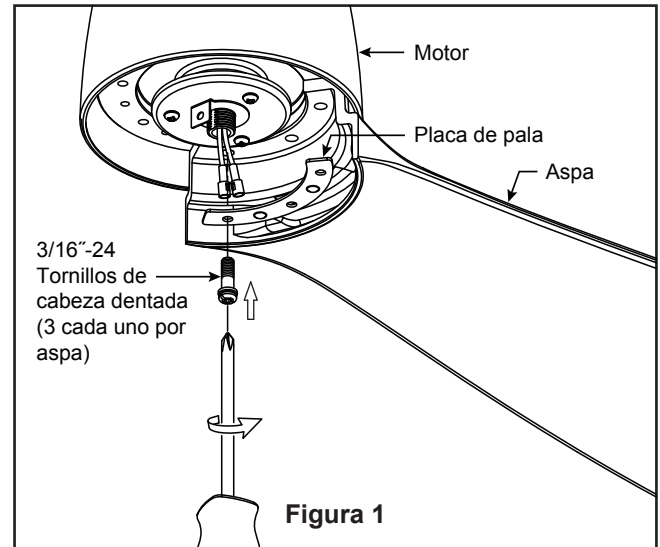

Figura 1
1. Alinee los orificios del aspa con el poste el ensamble del motor. Asegúrese de que el aspa esté completamente asentado sobre el volante del ensamble del motor. Coloque la placa de la pala sobre la pala con los orificios alineados e instale la pala en la rueda giratoria usando los tornillos de cabeza dentada, fije completamente los tornillos para fijar las palas en la rueda giratoria del motor. (Figura 1)